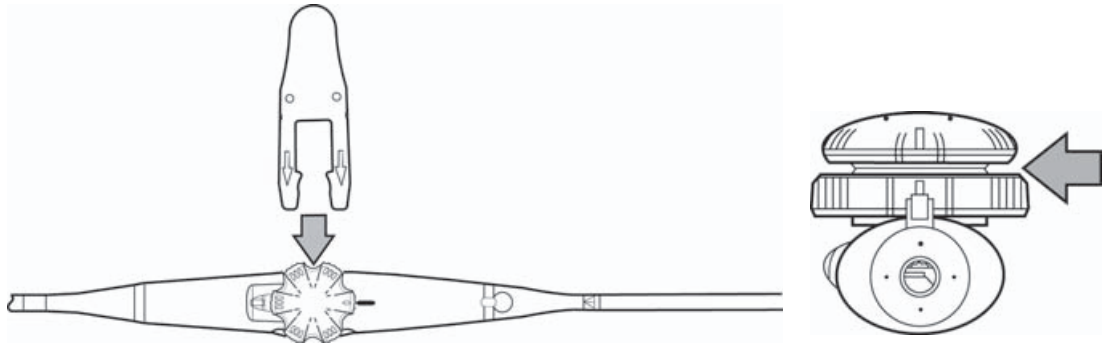

Figure5 Insertion de l'outil de test pour la détection de perforations
- 1 Insérer l'outil de test pour la détection de perforations sous le contrôleur du plan de balayage, comme indiqué à la **Figure 5**. L'outil de test pour la détection de perforations est fourni avec la sonde TEE*Xi* et la sonde TEE*Exp*.